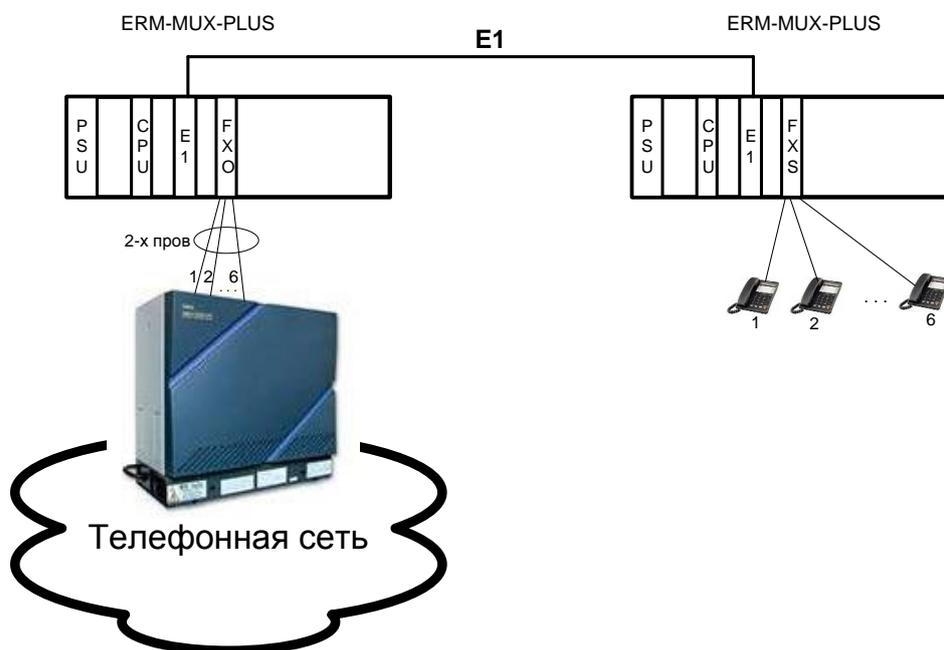

Рисунок 3.1 Доступ к коммутируемой телефонии
Для доступа к услугам коммутируемой телефонии (подключение к сети общего пользования или корпоративной телефонной сети) используются станционные платы **FXO** и абонентские – **FXS** (см. рис. 3.1). Платы имеют по шесть 2-х проводных телефонных интерфейсов. Двухпроводные окончания станционных плат подключаются к абонентским двухпроводным интерфейсам АТС. В тракте E1, соединяющем станционный и удаленный мультиплексоры, программно назначаются каналные интервалы (TS) – по одному на каждое телефонное соединение. Абонентская сигнализация о поднятии трубки и наличии вызова организуется в TS16 потока E1 за счет бит **a, b, c, d**. Поэтому цикл потока E1 должен соответствовать виду PCM30 (CAS). Для увеличения количества телефонных подключений устанавливаются дополнительные платы FXO, FXS. Максимальное количество устанавливаемых плат в одну корзину – 10. Таким образом, с одной корзины можно организовать 60 телефонных соединений, используя для этого 2 потока E1.